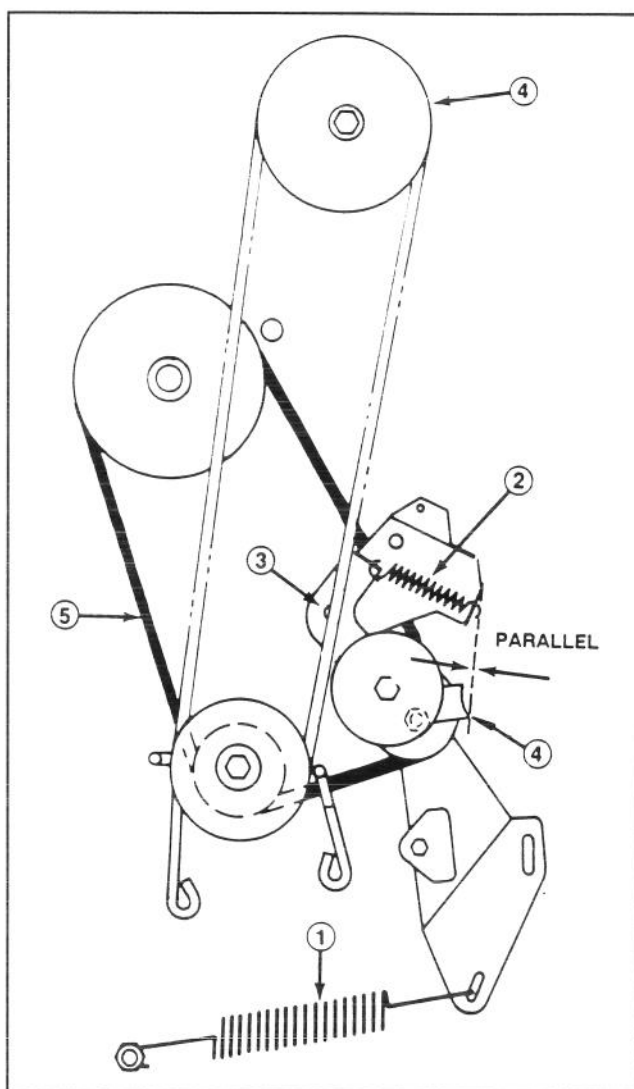

Figure 20
7. Décrocher le gros ressort de traction, de la vis de montage (Fig. 20). Etre prudent en décrochant le ressort, celui-ci est tendu à fond.
8. Décrocher le ressort de la poulie de tension, de la patte de la poulie (Fig. 20).
9. Enlever le contre-écrou et la rondelle retenant la patte de la poulie au châssis et enlever la patte (Fig. 20).
10. Desserrer le contre-écrou de la poulie, jusqu'à ce que le guide de la courroie soit enlevé (Fig. 20). Enlever la courroie de toutes les poulies.
**Remarque:** Au moment de remettre le guide de la courroie sur la poulie de tension, s'assurer que le bord du guide est parallèle à la courroie, comme cela est illustré à la Figure 20.